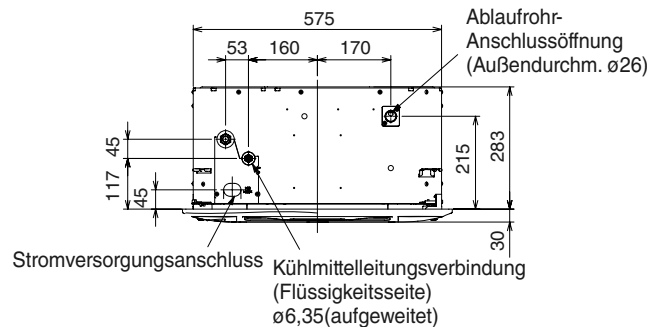

Abb. 3-46
- (3) Den Hängeankerabstand unter Verwendung des Originalmaßstab-Installationsdiagramms bestimmen. Die Darstellung (Abb. 3-46) zeigt den Zusammenhang zwischen den Positionen der Aufhängungsteile, der Einheit und der Verkleidung.